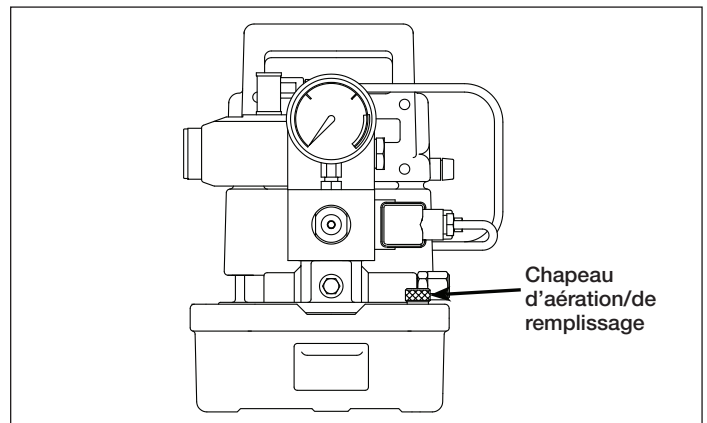

Figure 4, Chapeau d'aération/de remplissage
Vérifier le niveau d'huile en dévissant et en enlevant le chapeau d'évent/de remplissage (voir Figure 4). Ajouter de l'huile hydraulique Enerpac jusqu'à ce que le niveau d'huile soit à 1 cm [1/2 inch] en-dessous de l'ouverture du bouchon d'aération/de remplissage.
3. Ouvrir le chapeau d'aération/de remplissage de la pompe situé sur le coin avant droit du réservoir en le dévissant sur un ou deux tours complets (voir Figure 4).